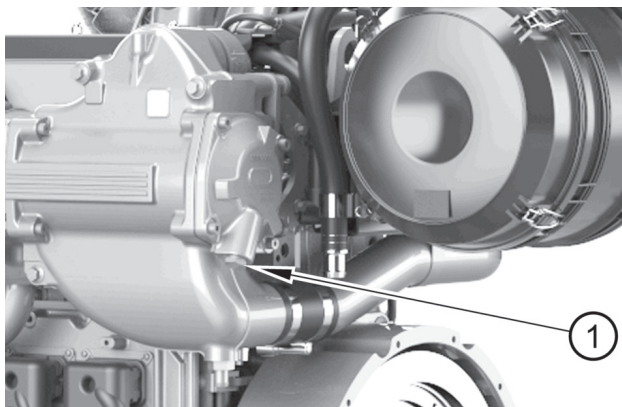

Abbildung 9
2. Entfernen Sie die Ablassschraube (Abbildung 9, Nummer 1) aus dem Nachkühler. Stellen Sie sicher, dass das Ablassloch nicht verstopft ist.